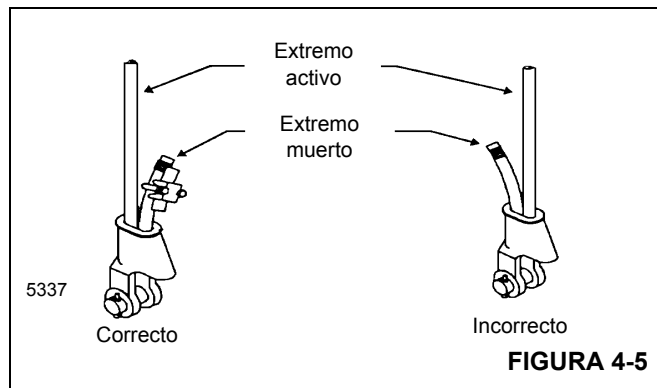

FIGURA 4-5
3. Verifique que el extremo activo de carga (Figura 4-5) del cable quede directamente en línea con las orejetas del receptáculo y con el sentido de tracción que se aplicará al cable. Si el cable se instala de modo incorrecto en el
4. Inserte el extremo del cable en el receptáculo, forme un lazo con el cable y devuelva el cable a través del receptáculo, permitiendo que el extremo "muerto" (Figura 4-5) sobresalga del receptáculo. Verifique que el extremo muerto del cable tenga un largo suficiente para aplicarle un dispositivo de terminación al extremo después de haber asentado la cuña.